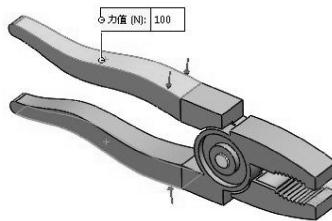

图 9-73 需要分割的面
- 07 编辑外部载荷的【力】，重新选择受力面，但是受力面太大了，会影响到分析效果，因为不可能在钳子前端施加作用力，因此需要将面重新分割，如图 9-73 所示。